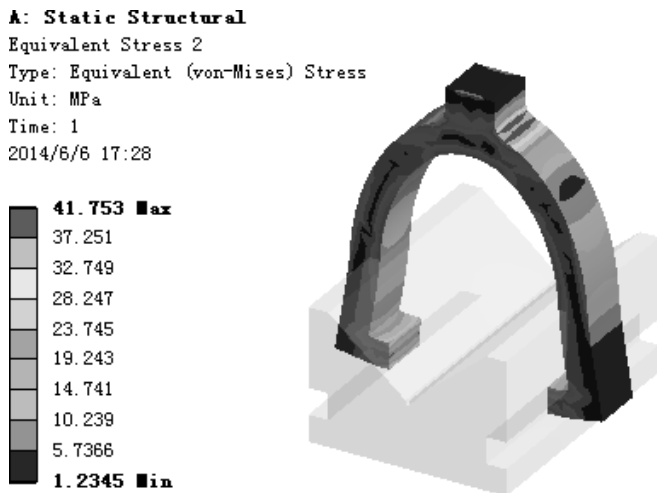

图 7.6.21 应力结果图解 (bracket)
(4) 查看 slider 应力结果图解。在“Outline”窗口中选中  Equivalent Stress 2，查看图 7.6.21 所示的零件 slider 的应力结果，其最小应力为 1.2345 MPa，最大应力为 41.753 MPa。